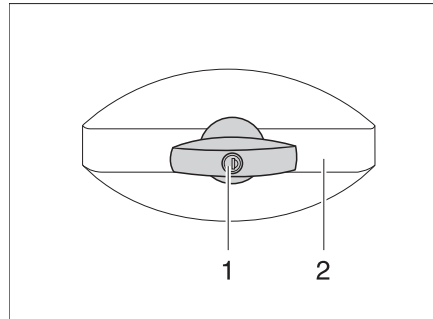

Fig. 31 Serratura dello sportello, ellittico, chiuso
- Inserire la chiave nel cilindro della serratura (Fig. 31,1) e ruotare in senso antiorario di un quarto di giro. La maniglia della serratura (Fig. 31,2) scatta all'infuori.